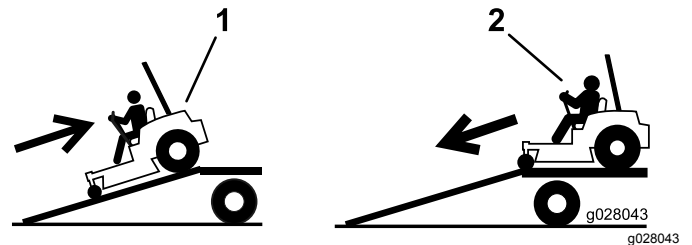

Figura 34
2. Baje la máquina por la rampa conduciendo hacia adelante (Figura 34).